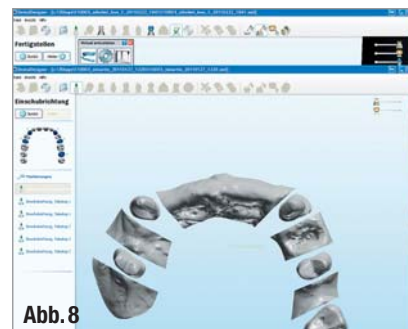
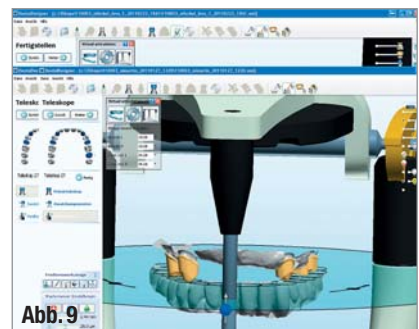

Abb. 8
Abb. 9
Der Datentransfer in die Software DentalDesigner ist dank einer eigenen Importfunktion problemlos über E-Mail, USB-Stick oder CD möglich. Da die beiden Komponenten – Lava C.O.S. und DentalDesigner – von den Unternehmen genauestens aufeinander abgestimmt wurden, ist ein reibungsloser Ablauf bei diesem Schritt sichergestellt. Im DentalDesigner wurden die Primärkronen digital konstruiert. Hierzu erfolgte zunächst die Festlegung der Einschubrichtung (Abb. 8). Danach generierte die Software einen Konstruktionsvorschlag für die fünf Kappchen, der im virtuellen Artikulator noch einmal überprüft wurde (Abb. 9).
- ▲ Abb. 8: Festlegen der Einschubrichtung im DentalDesigner.
- ▲ Abb. 9: Die Primärkronen im virtuellen Artikulator.